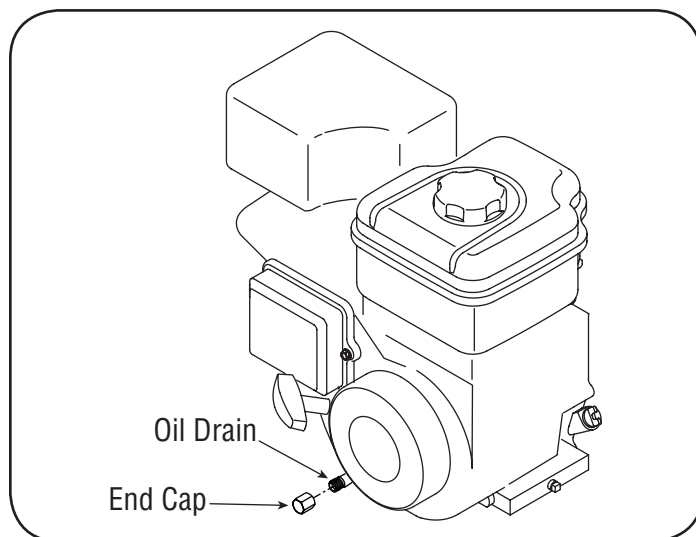

Figure 13
3. Quite el enchufe de desagüe del aceite cuadrado localizado en la base del motor, y drene el petróleo en un receptáculo apropiado. Vea la Figure 13.